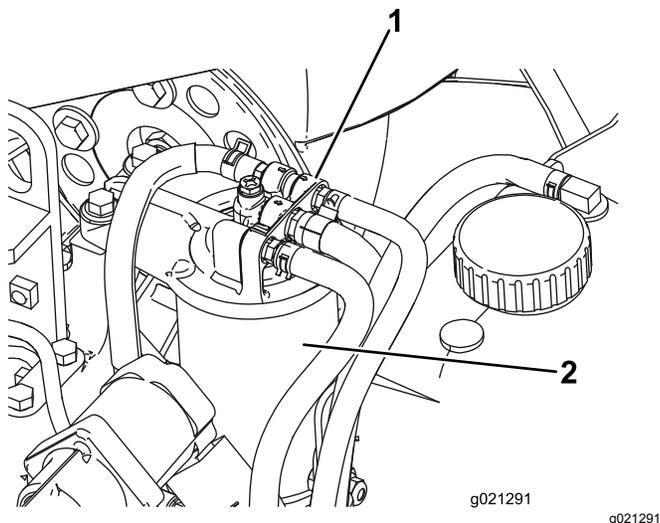

Рисунок 58
1. Очистите поверхность вокруг головки топливного фильтра (Рисунок 58).
2. Снимите фильтр и очистите монтажную поверхность головки фильтра (Рисунок 58).